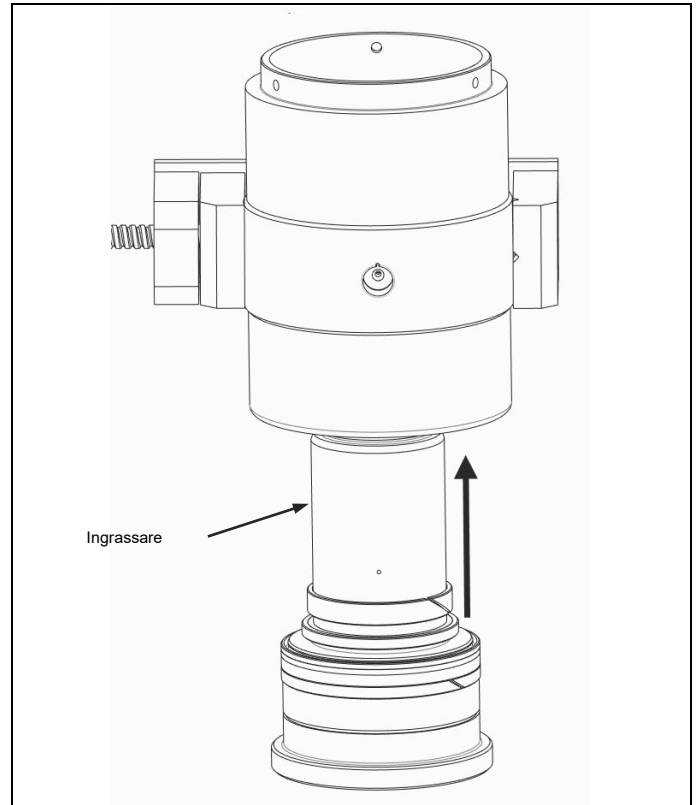

Fig. 4.7 Ingrassare e inserire il pistone
- a) prestare attenzione a non danneggiare le pareti interne quando si infila di nuovo il pistone nel suo comparto; (Fig. 4.7)